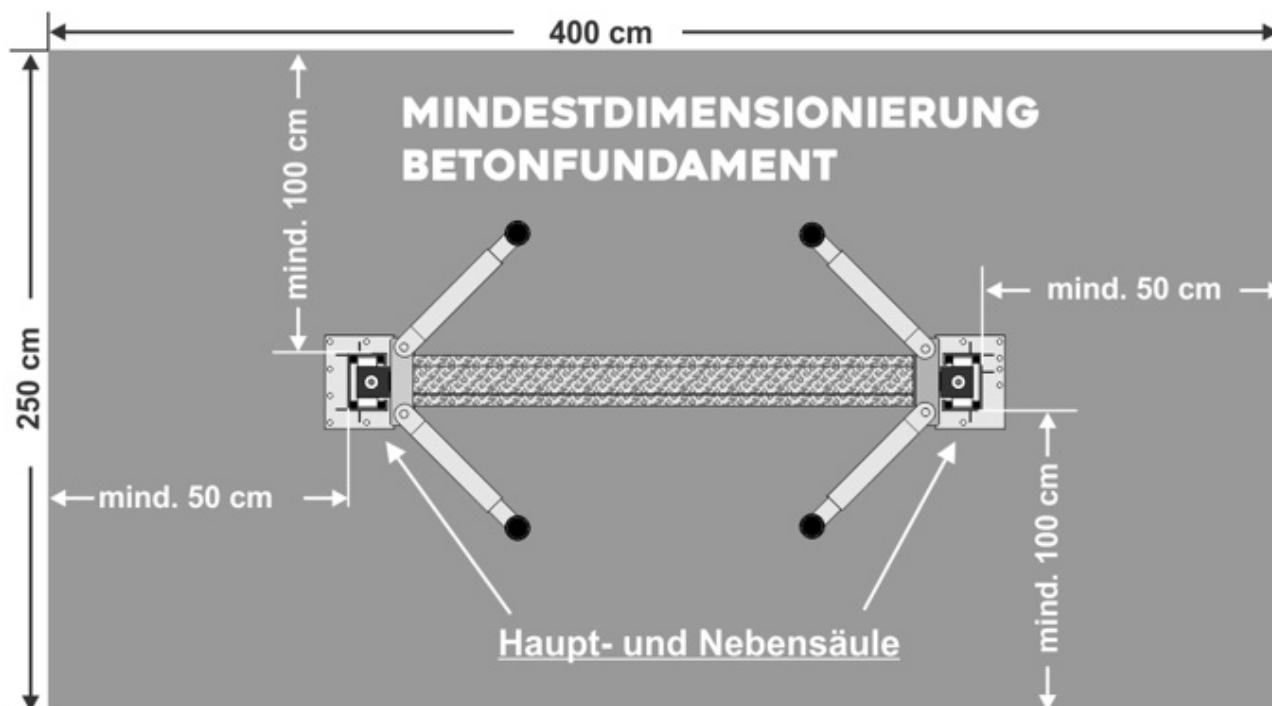

Bild 6.1.1 „Mindestgröße des Betonfundaments“
- Der Betonboden muß sich, gemessen von den Säulen, vor und hinter der Hebebühne mindestens 1.000 mm erstrecken und seitlich von den Säulen mindestens 500 mm (siehe Bild 6.1.1).